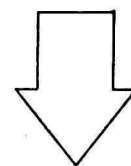

图15
- 步骤: ①以LP方式用空白磁带记录彩条信号并重放;
- ②示波器连接C306的正极;
- ③调节VR302,使图15中上面所示的波形为最小。